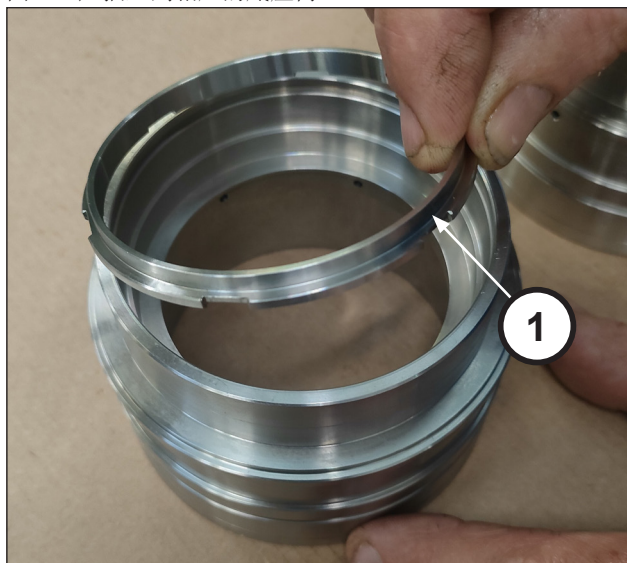
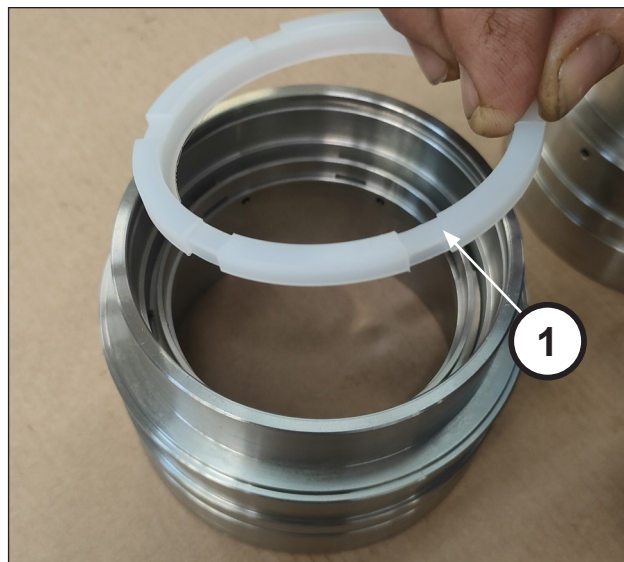

图 149
图 150
把刮刀头环（位置 ①，图 149）和刮环（位置 ①，图 150）插入到相应的底座内。